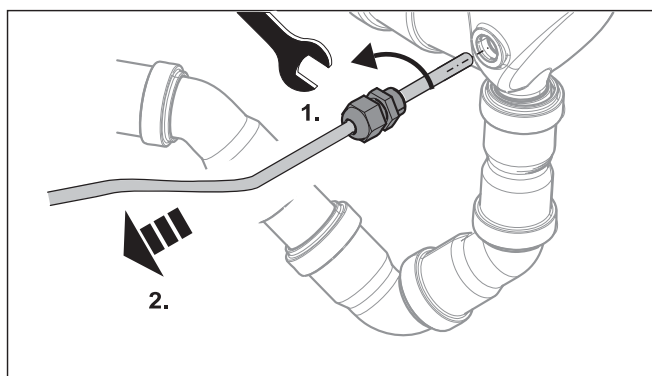

Bild 6-5 Abgastemperaturfühler herausschrauben
- 4 Fühlerhülse mit Maulschlüssel SW 24 aus dem Abgaskanal herausschrauben (Bild 6-5). Der Abgastemperaturfühler kann nur komplett mit Hülse getauscht werden.